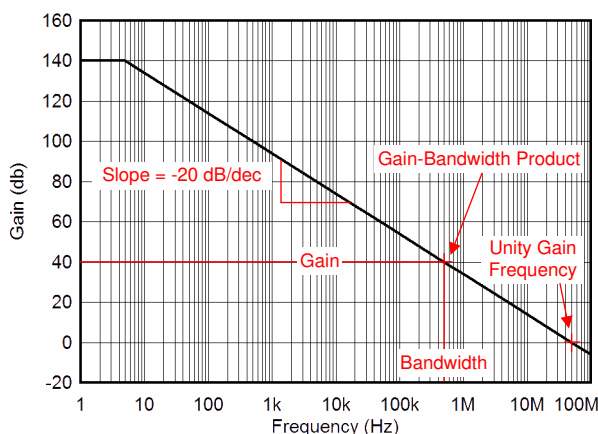

図 7-13. ゲイン帯域幅積とユニティ・ゲイン周波数
小信号のダイナミック特性を最もよく表すアンプのパラメータは、ゲイン帯域幅積 (GBP)、ユニティ・ゲイン周波数 (UGF)、位相マージン (PM) です。GBP は、閉ループ構成でのアプリケーションの帯域幅を決定するのに便利なパラメータです。OPAx828 の閉ループ帯域幅は、式 4 を使用して概算できます。一般に、GBP はアンプの非反転ゲインが 100 (40dB) に構成されている場合の仕様パラメータです。アンプの GBP は通常、全周波数帯域で一定であると想定されますが、高速アンプでは全周波数帯域で一定であるとは限りません。OPAx828 の GBP は、UGF までは一定です。そのため、OPAx828 の開ループ・ゲインは -20dB/ディケードの一定勾配 (-6dB/オクターブ) になります。UGF は、アンプのゲインが 1V/V (0dB) となる周波数として定義されています。図 7-13 に、GBP および UGF の概念を示します。OPAx828 の GBP と UGF は、どちらも 45MHz です。